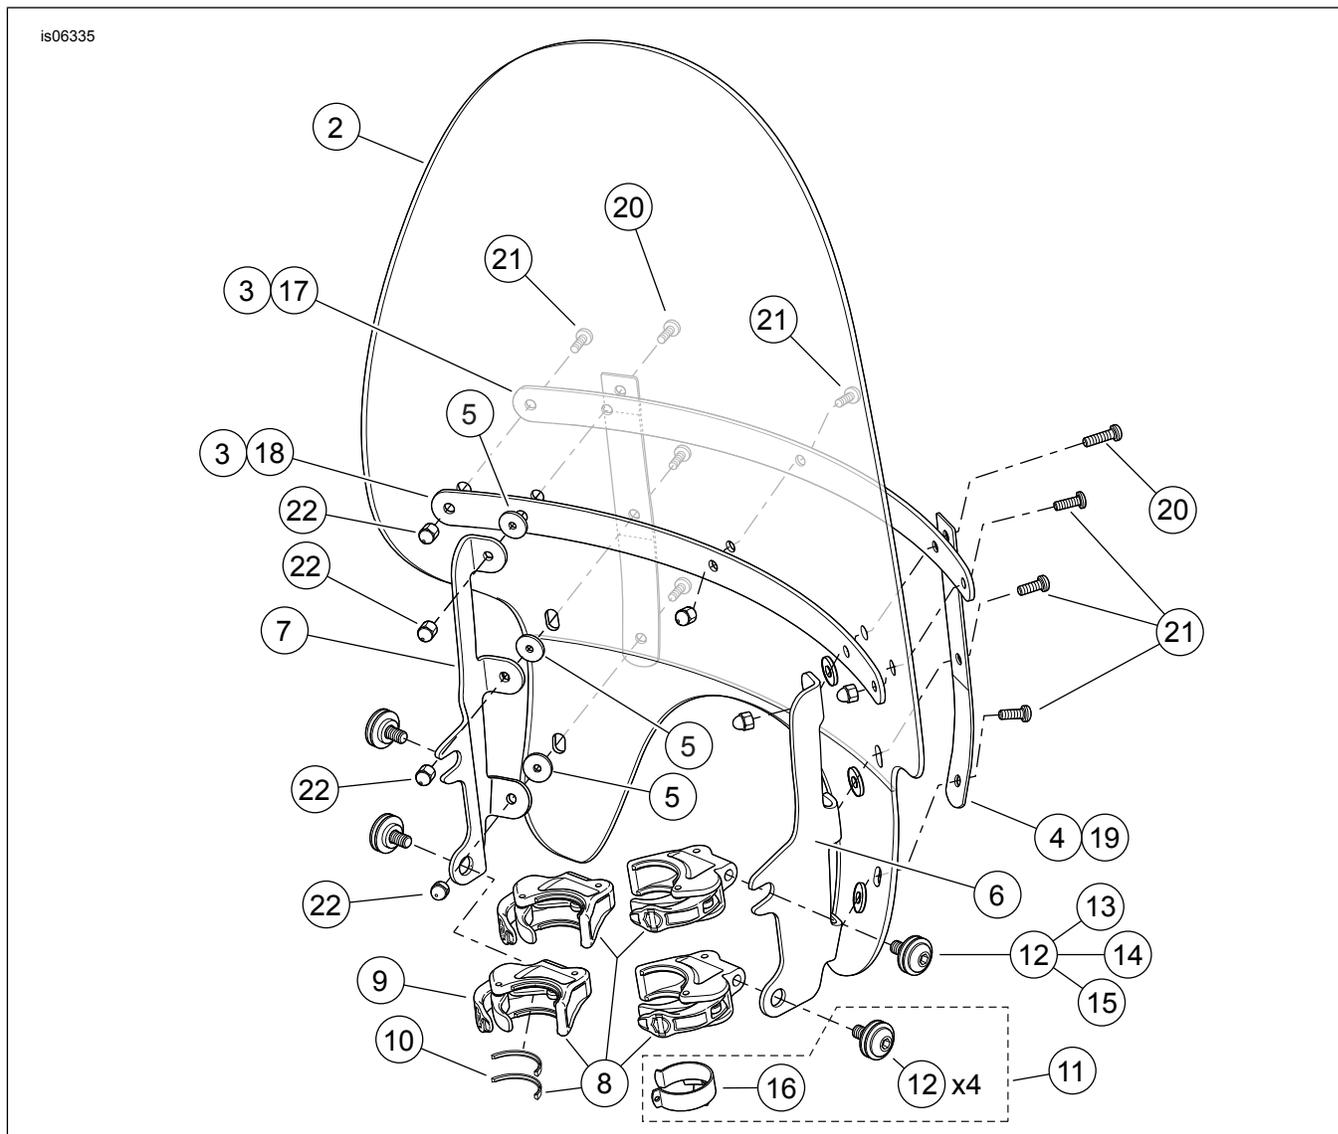

Figure 2. Pièces de rechange, pare-brise à déconnexion rapide XL1200X
Consultez Figure 2 et Tableau 2 .
2. Consultez Figure 2 . Retirer les ensembles de bride (8) et le kit de pièces (11) de l'emballage et séparer les pièces similaires en vue de l'assemblage.
3. **Tous les kits.** Centrer le pare-brise autour du phare avant et disposer les brides sur les tubes de fourche. Consultez Figure 2 . Enclencher l'attache de câble de manette des gaz (16) autour du tube de fourche de droite et acheminer les câbles de manette des gaz à travers l'ouverture du guide.